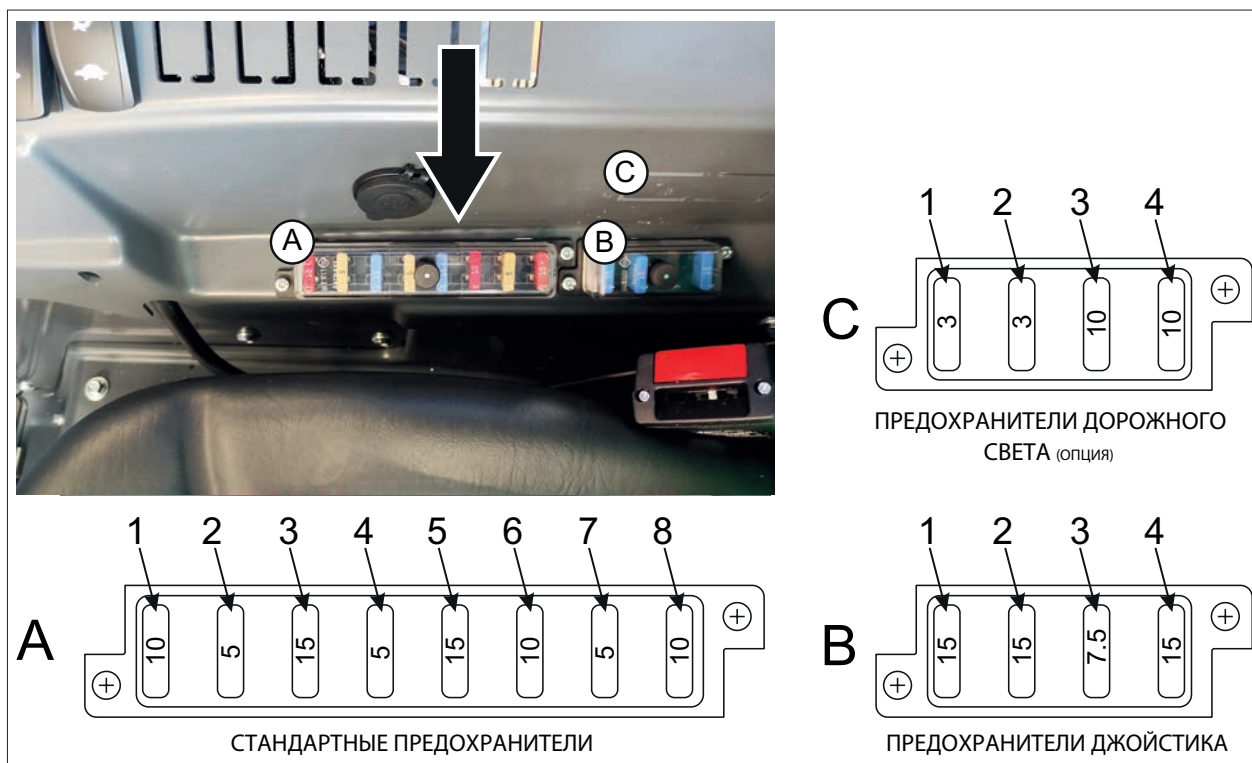

РИС. 52
- 1) Снимите крышку, расположенную на правой стороне машины (см. РИС. 52).